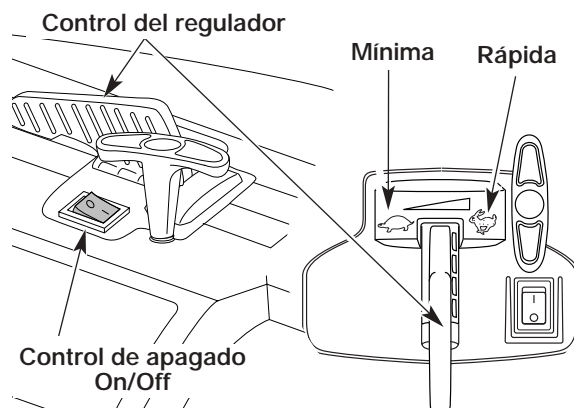
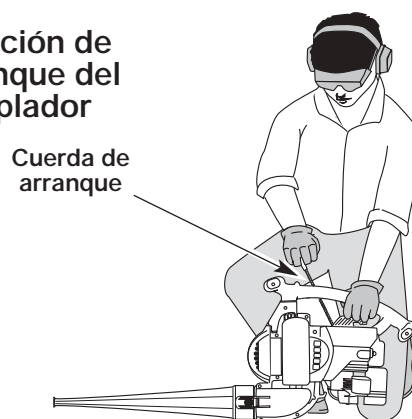
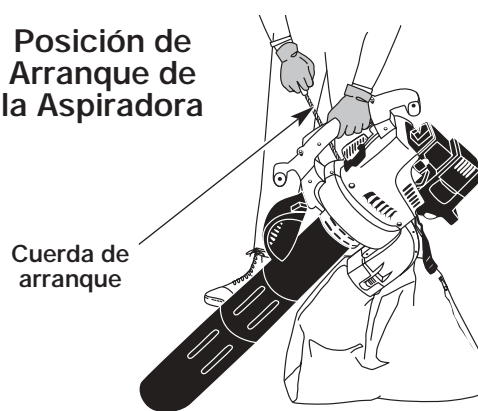

Fig. 10
Fig. 12
Fig. 13
ADVERTENCIA: Evite los arranques accidentales. Esté en posición de arranque cuando hale la cuerda (Fig. 12 y 13).
3. Ponga la unidad en la posición de arranque (Fig. 12 o Fig. 13). Coloque el control del regulador en la posición de mínima (☷) (Fig. 10).